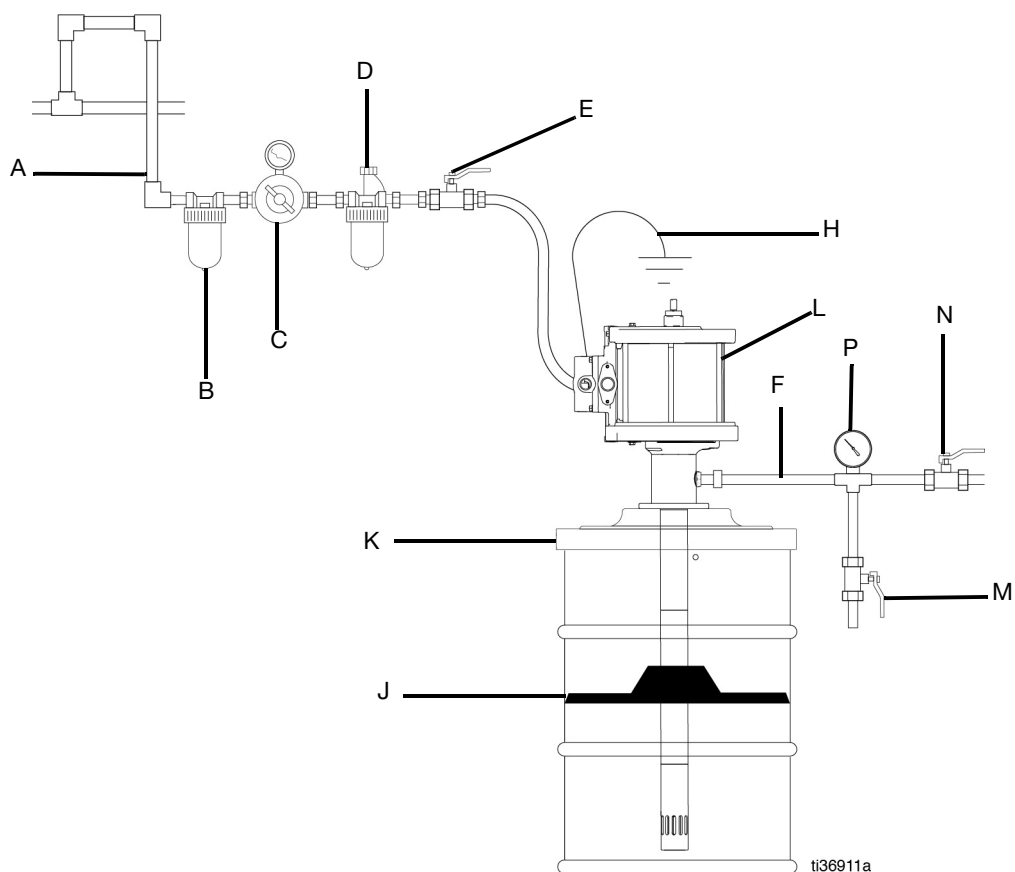
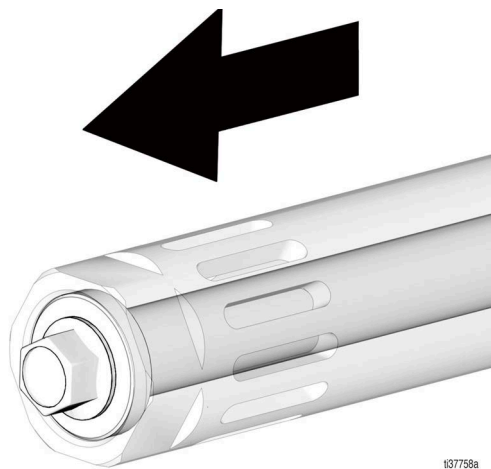

Рис. 1
Рис. 3
1. Закройте главный воздушный клапан стравливающего типа (Е, Рис. 1), чтобы остановить насос в нижнем положении (Рис. 3).